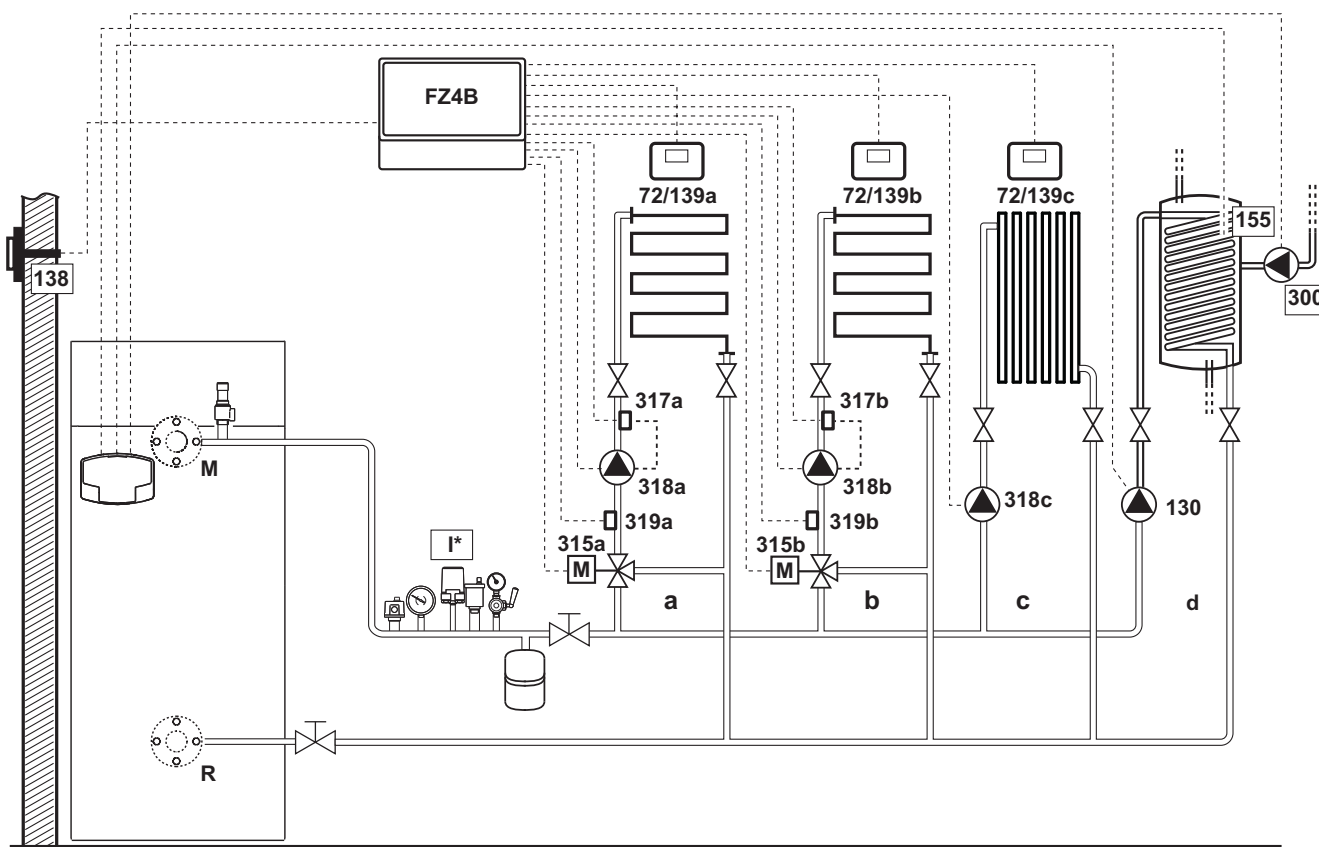
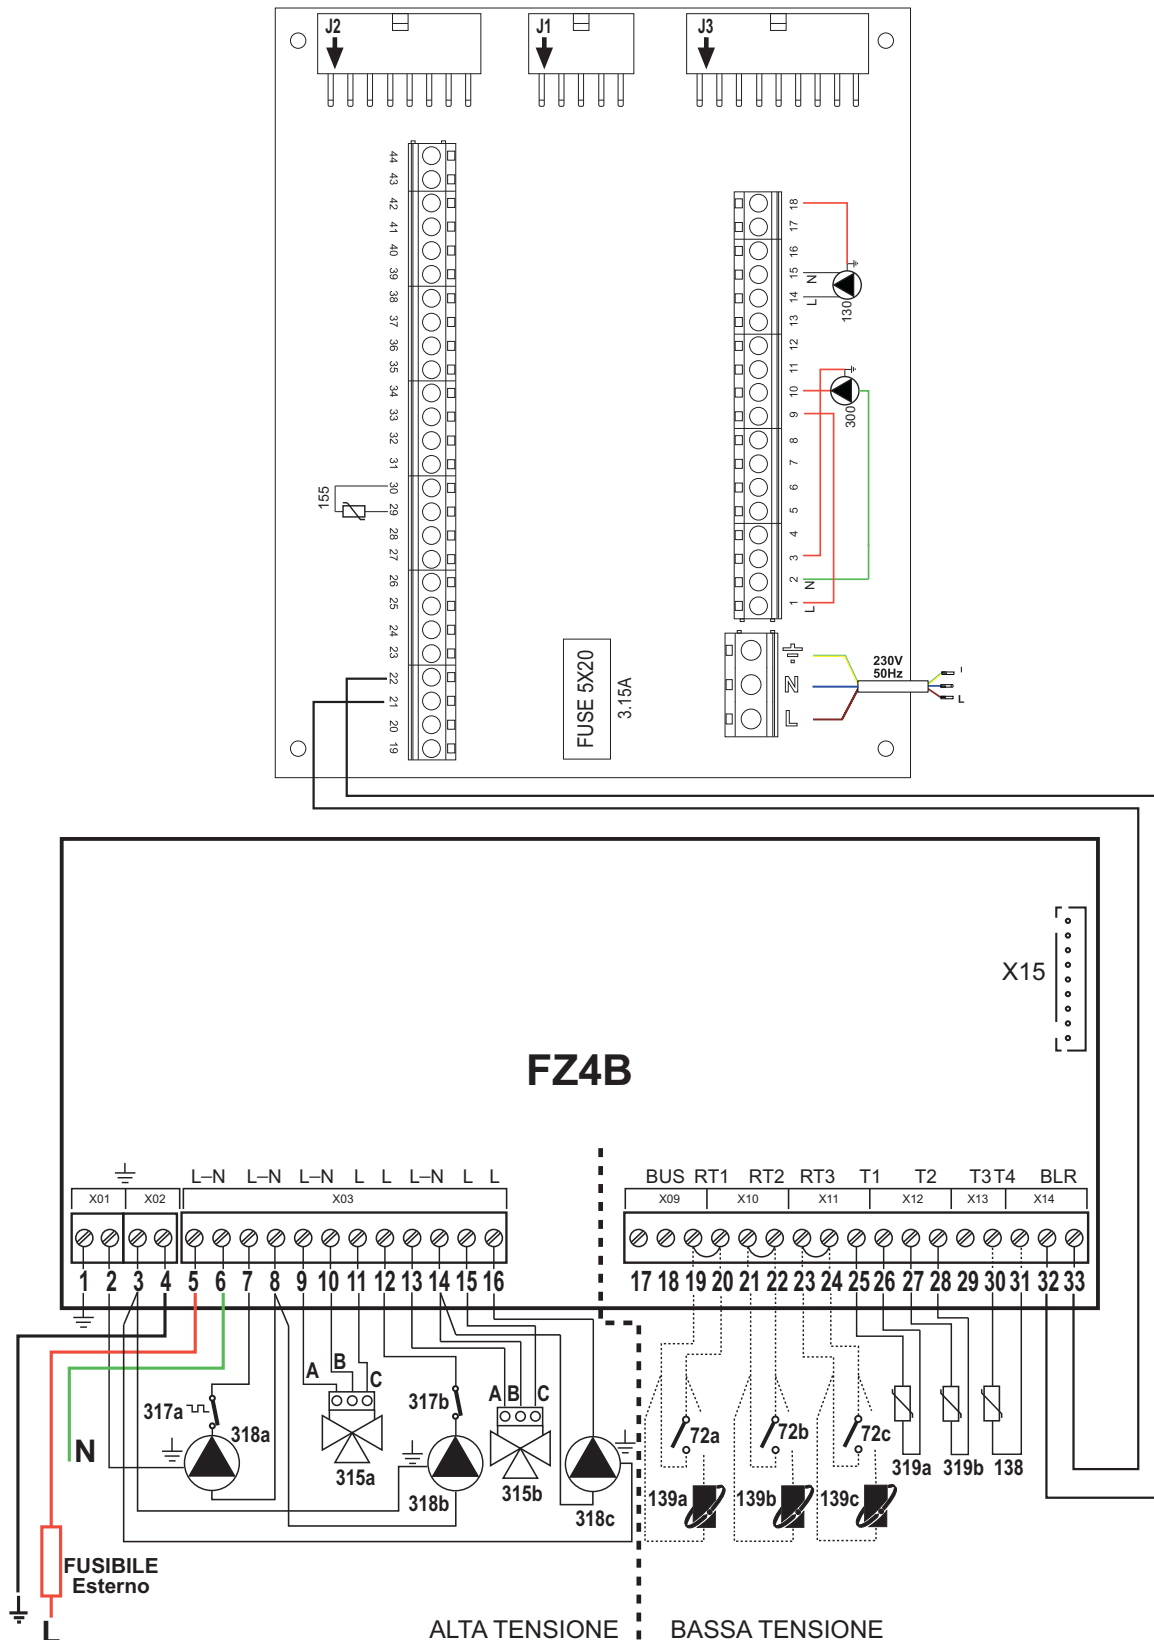

fig. 46
fig. 47
**Legenda (fig. 46 e fig. 47)**